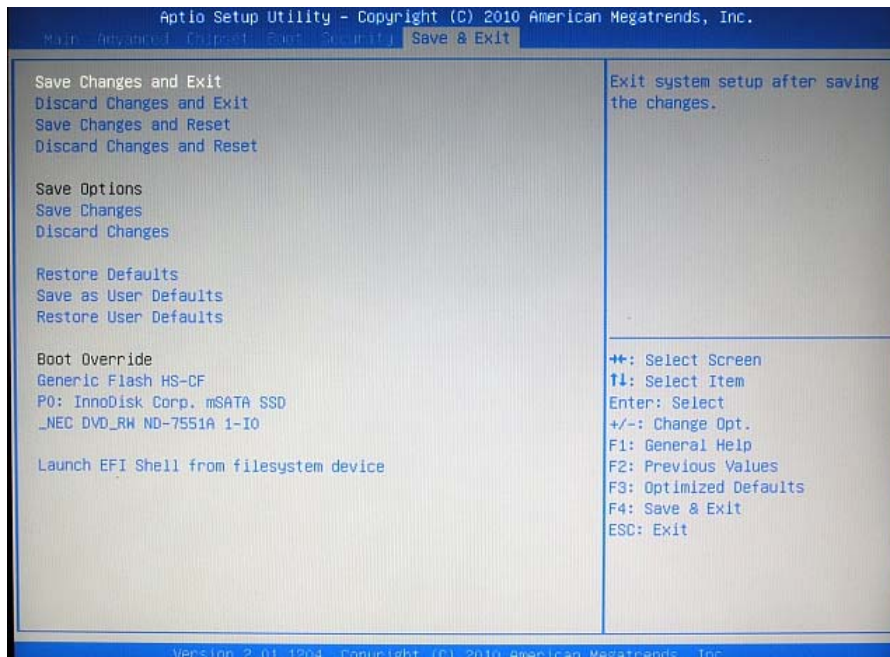

図 6-1-3. BIOS 設定 Save & Exit メニュー
- ⑨ [Save & Exit]メニューを選択します。(図 6-1-3)
- ⑩ [Save Changes and Exit]を実行し、設定を保存して終了します。